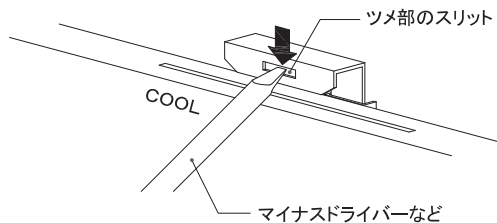

図9 ツメのおろし方①
- ツメをおろす際は、ツメ部のスリットにマイナスドライバー等を引っ掛けてある程度ツメをおろした後、ツメの上面を押さえて最後までおろしてください。(図9、10参照)